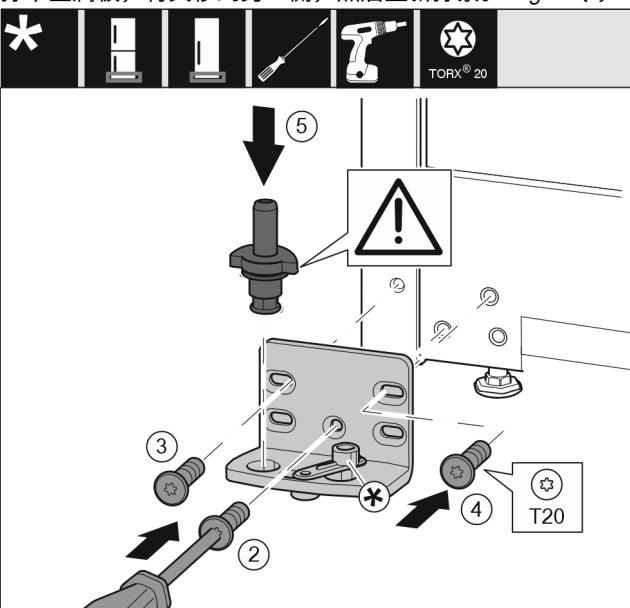

Fig. 18
- ▶ 将托架安装到另一侧，并借助 T20 螺丝刀旋紧。用螺钉 2 从底部的中心开始。Fig. 18 (2)
- ▶ 拧紧螺钉 3 和 4。Fig. 18 (3,4)
- ▶ 将轴承螺栓完全装入。同时注意止动凸轮需指向后方。Fig. 18 (5)